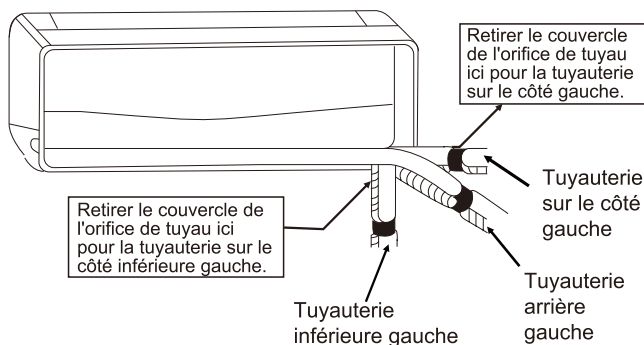

Fig 1
3. Enrouler le fil d'interconnexion entre les unités, les tuyaux de réfrigérant et le flexible de vidange avec du ruban isolant. (voir Fig 1)